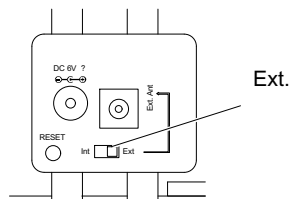

Abb. 2
3. Stecken Sie den Stecker der GSM-Antenne in die dafür vorgesehene Buchse. Siehe Abb. 2.